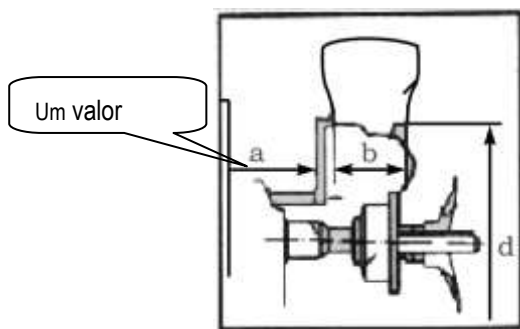

Fig.12
- Coloque a escala de medição automática em contato com a parte interna da parede do aro da roda. A informação exibida no painel de controle começará a piscar. Mantenha a escala de medição automática próxima da parede lateral interna da roda durante cerca de 2 segundos, **um valor** será lido no sistema (Fig. 12).